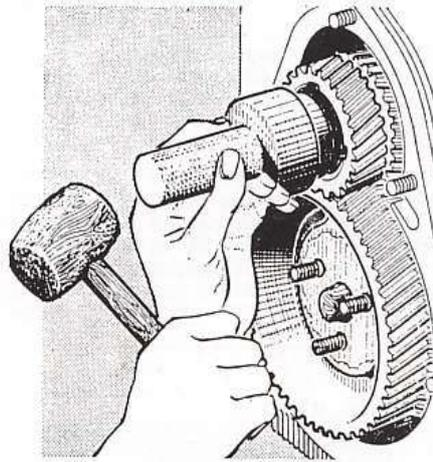

Fig. 31. — Mise en place du couple de distribution
- Déposer le mandrin, puis à l'aide d'un tampon Wilmonda D A V, en frappant avec un maillet sur le manche (fig. 31) pousser à fond le pignon sur le vilebrequin, tout en faisant suivre, dans le même plan, la roue avec ses dents engrenées suivant les repères à la craie. Faire attention de ne pas coincer le piston compensateur du mano-contact (l'emploi des 3 goujons-guides permet d'éviter cet inconvénient).
- Poser le frein (7) sur les goujons-guides et remplacer, un par un, ces derniers par les vis (8). Bloquer ces vis avec un couple de 2,5±0,5 m.kg mais ne pas les freiner encore.